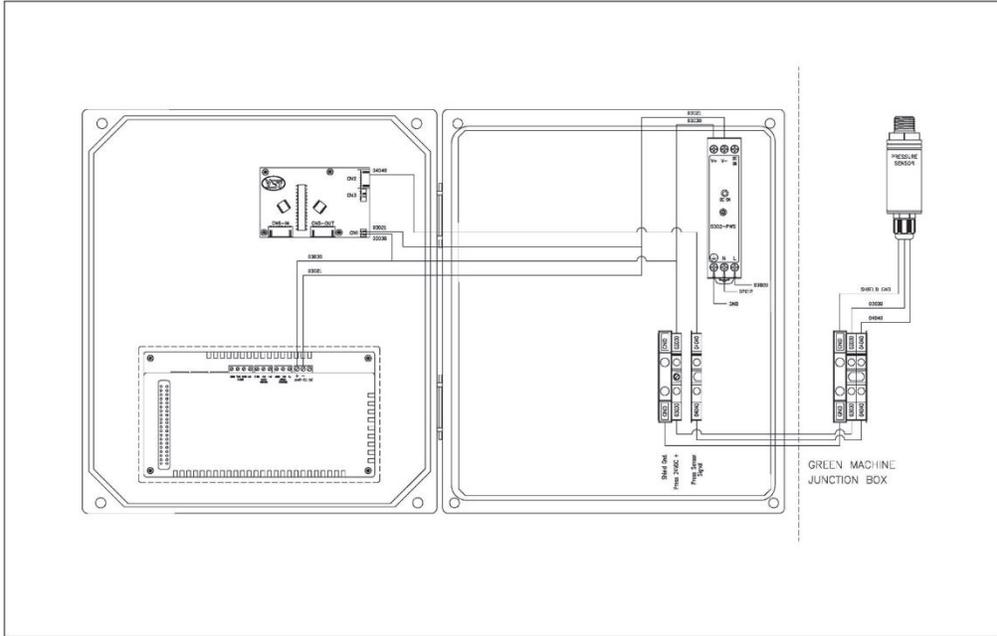

Figura 8-5: Diagrama de cableado del sensor de presión (alimentación de 24 VCC y señal de 4-20 mA)
- Se producirá una alarma de sensor de presión si el PLC no recibe una entrada de 4-20 mA del sensor de presión o si no hay alimentación de 24 VCC en el sensor de presión. **Vea la Figura 8-5.**
1.	<p>Verifique que se muestre una lectura del sensor de presión en la pantalla principal. Si la lectura del sensor de presión no se muestra:</p> <ul style="list-style-type: none"> <li>a) No hay alimentación de 24 VCC en el circuito del sensor de presión.</li> <li>b) No hay señal del sensor de presión en el PLC.</li> <li>c) Verifique el circuito de alimentación del sensor de presión como se muestra en la Figura 8-5.</li> <li>d) Repare el circuito de alimentación del sensor de presión según sea necesario.</li> <li>e) Si los circuitos de potencia y señal están bien, reemplace el sensor de presión.</li> <li>f) Procedimiento de prueba de entrada del sensor de presión del panel de control. Vea Sección 8.5.2</li> <li>g) Procedimiento de prueba del sensor de presión Vea Sección 8.5.3</li> </ul>